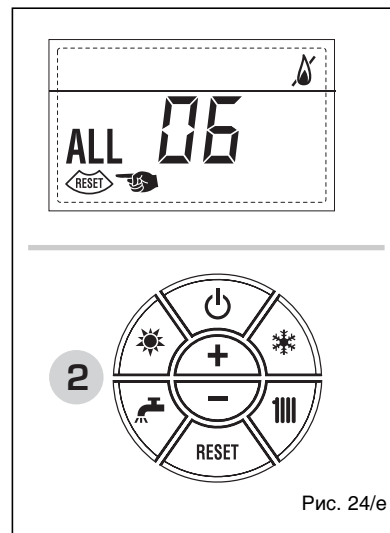

Рис. 24/е
**– НЕПОЛАДКА ПРЕДОХРАНИТЕЛЬНОГО ТЕРМОСТАТА, «ТРЕВ.07»** (рис. 24/ф)